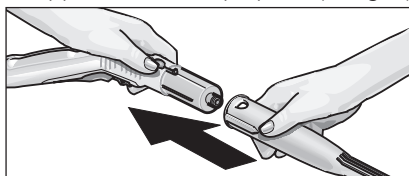

Fig. 2: Sette tilbehøret inn på damp pistolen
- Koble ønsket tilbehør (D1, E1, F1) til damp pistolen (C1). Sett den rørformede enden på tilbehørsdelen på damp pistolen (C1). Skyv deretter tilbehørsdelen inn på damp pistolen til åpneknappen (C2) på damp pistolen klikker på plass (se fig. 2).